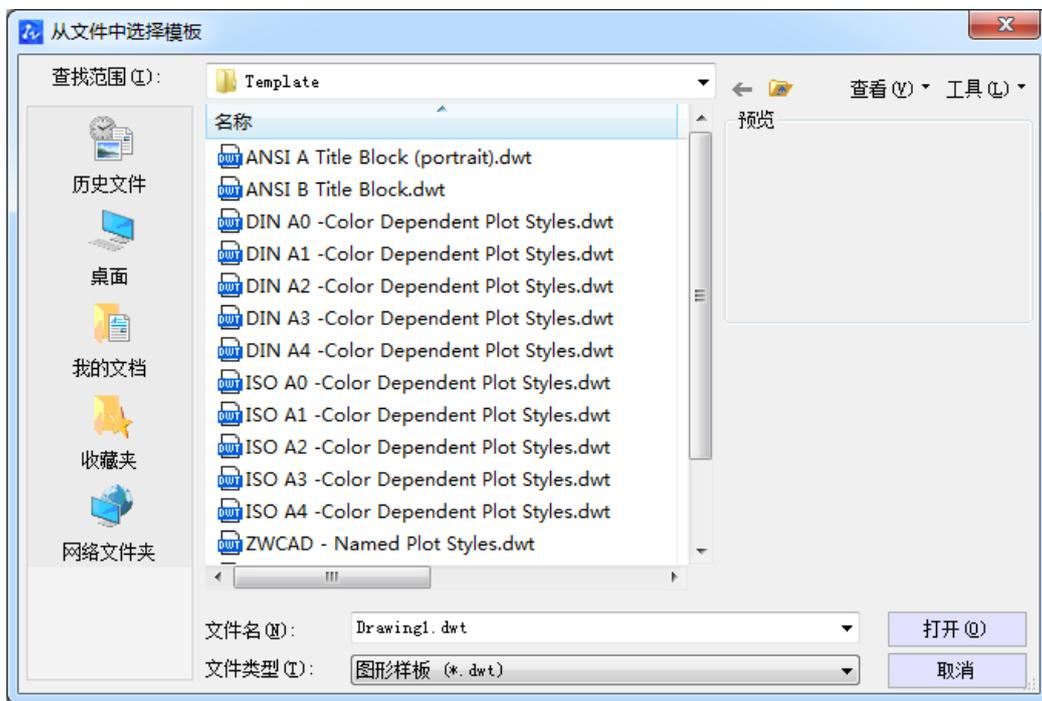

图 10-23 模板选项框
2) 在“从文件中选择模板”对话框中，选择需要的样板文件，然后单击【打开】按钮，如图 10-23 所示。